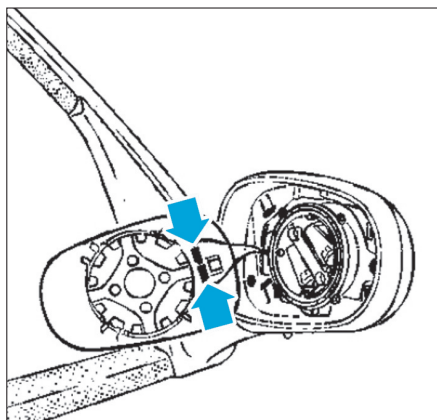

Fig. 47
- Débrancher les cosses d'alimentation du faisceau de dégivrage (selon équipement) (Fig.47).